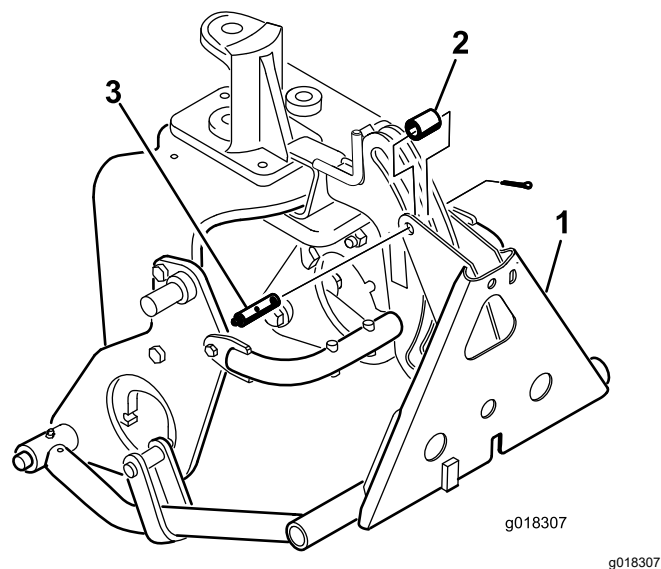

図 15
8. フレームアダプターをチューブ、クレビスピン、コッターピンを使ってヒッチフレームに固定する (図 15)。